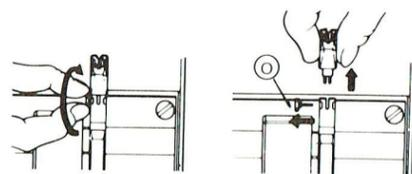

Fig. 7
1.9 Remplacement de la cellule (Fig. 7)